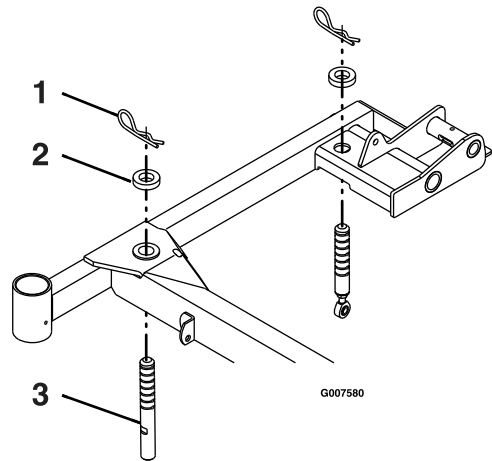

Bild 77
4. Stellen Sie sicher, dass alle Splinte in den 7,62-cm-Höhenlöchern des Mähwerks sind und Distanzstücke unter den Splinten liegen (Bild 77).
5. Kürzen oder verlängern Sie jeden Stützstift des Mähwerks, um eine Messerspitzenhöhe von 7,62 cm vorne am Mähwerk und von 8,26 cm hinten am Mähwerk zu erzielen (Bild 77).